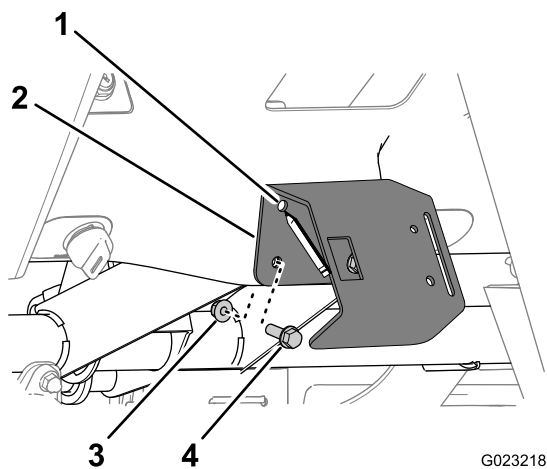

Figure 17
2. Alignez 3 des trous dans le support de la manette d'accélérateur sur les 3 trous dans la planche de bord (Figure 17).
3. Fixez le support de la manette d'accélérateur à la planche de bord au moyen de 3 boulons à embase (5/16 x 1 po) et 3 écrous à embase serrés à la main (Figure 17).
4. Repérez le contour du trou supérieur droit dans le support de la manette d'accélérateur sur la planche de bord (Figure 17).
- Alignez les trous dans le support de la manette d'accélérateur et les trous dans la planche de bord (Figure 17).
- Fixez le support de la manette d'accélérateur à la planche de bord au moyen de 4 boulons à embase (5/16 x 1 po) et 4 écrous à embase (Figure 17).